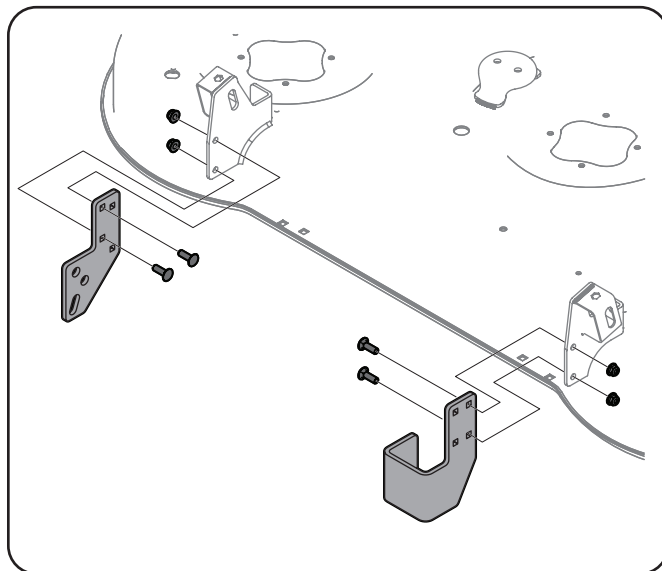

Figure 1-10
2. Installez les supports à galet de gauche et de droite (n° 10 et n° 7) à l'emplacement indiqué à la Figure 1-10 sur les plateaux de coupe des tracteurs avec deux boulons de carrosserie (n° 1) et deux écrous de blocage 5/16 (n° 3) par côté. Reportez-Figure 1-10.